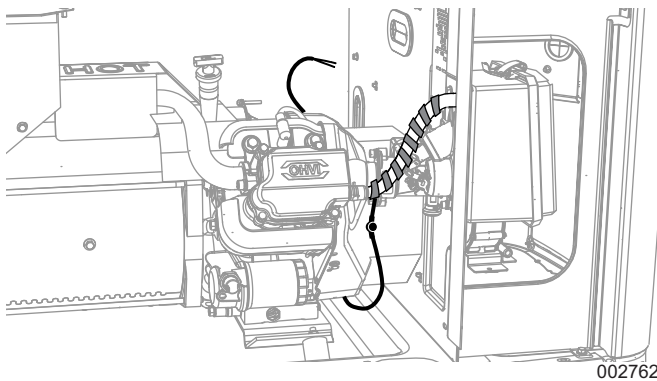

Figura 4. Tendido de los cables del calentador (9 kW)
2. Vea la **Figura 4**. Tienda los cables conductores debajo y detrás del motor como se muestra.